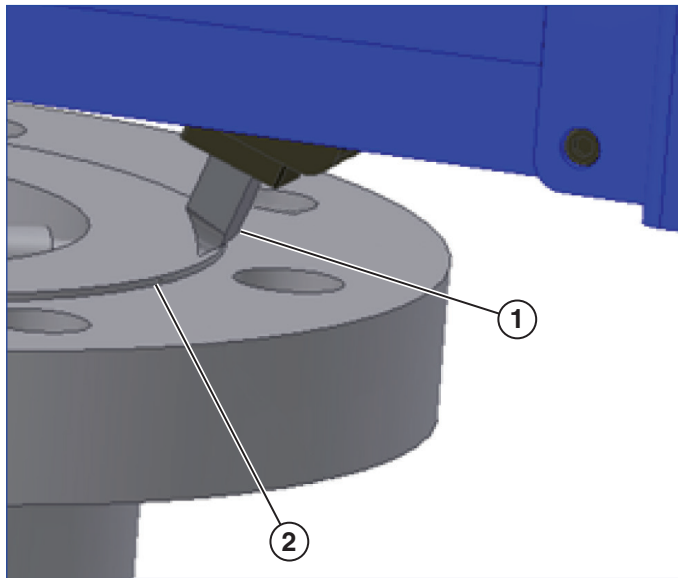

图 13
1. 使用棘轮扳手将刀头差不多定位到要进行机加工的表面上的 OD（见图 13）。
4. 使用棘轮螺母重新定位刀架，使其刚好超过要进行机加工的表面上的 OD（见图 13）。
10. 使用棘轮螺母重新定位刀架，使其刚好超过刚进行了机加工的表面上的 OD（见图 13）。